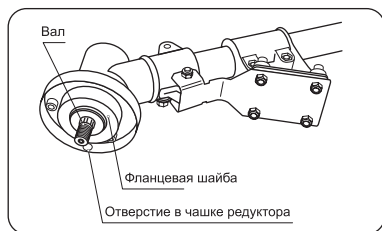

Рис. 7
- Совместите отверстие в фланцевой шайбе с отверстием в чашке редуктора (Рис. 7).